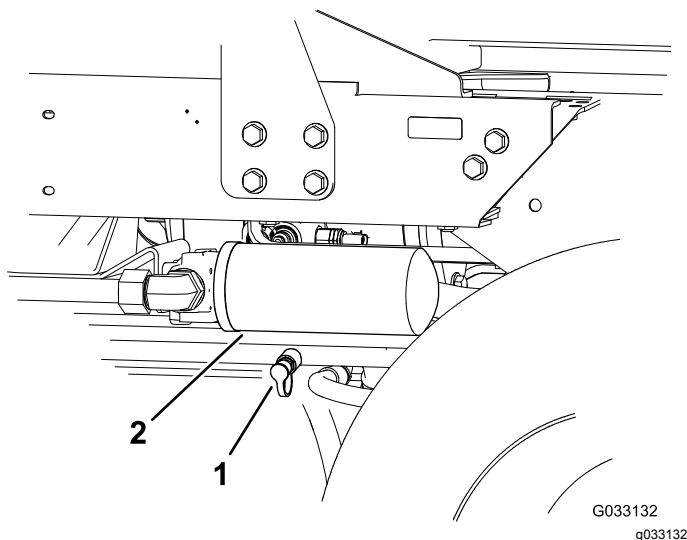

Figura 62
2. Ligue um tubo hidráulico entre o encaixe de diagnóstico instalado no coletor da tração traseiro e a porta de teste de pressão da tração traseira (Figura 62).